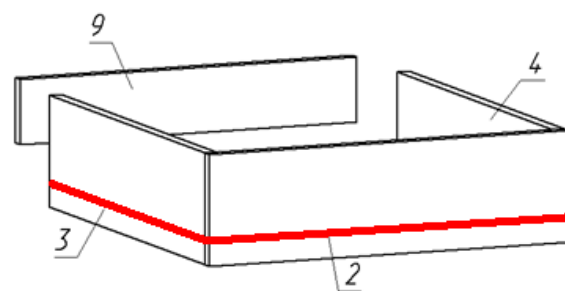

Рисунок 7
2. Евровинтами 50 мм. стянуть между собой детали (поз. 3, 4, 9) **см. рисунок 7.**